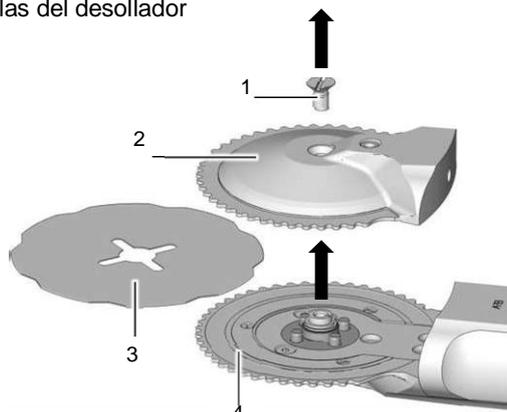

Fig. 8.6 – Limpieza
#### **EFA 2000** (véase fig. 8.6 y 8.7)
- 1) Retire la cubierta de la cuchilla, véase fig. 8.6.
- 2) Inserte 2 cargas de grasa especial EFA en la boquilla de engrase (10) con la pistola de engrase.